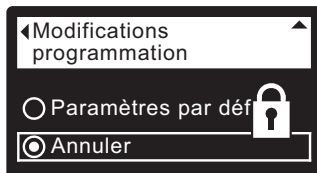

FIG. 40
8. Appuyez sur le bouton de DROITE (►) : un cadenas clignotant apparaît (cf. Figure 40).
- 1-7. Allez à l'écran **Modifications programmation** (Figure 40) à l'aide des étapes 1-7 à gauche.